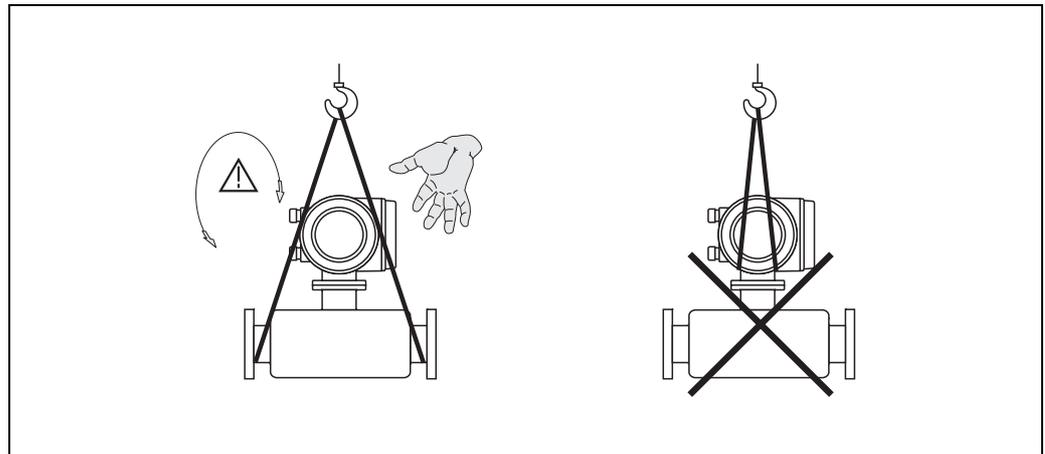

图 4: 传感器 ($> \text{DN } 40 (> 1\frac{1}{2}'')$) 的运输指南示意图
- 请勿通过变送器外壳或分体式传感器接线盒起吊标称口径 $> \text{DN } 40 (> 1\frac{1}{2}'')$ 的测量设备 (→ 图 4)。